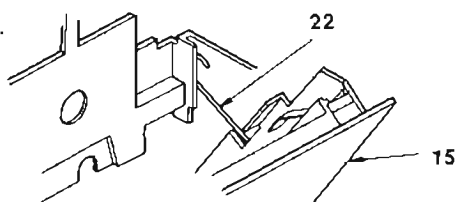

Abb. 25 Fig. 25
- Beim Zusammenbau auf die Drehfeder 22 achten (Abb. 25, 26)
- While reassembling take care of torsion spring 22 (Fig. 25, 26).